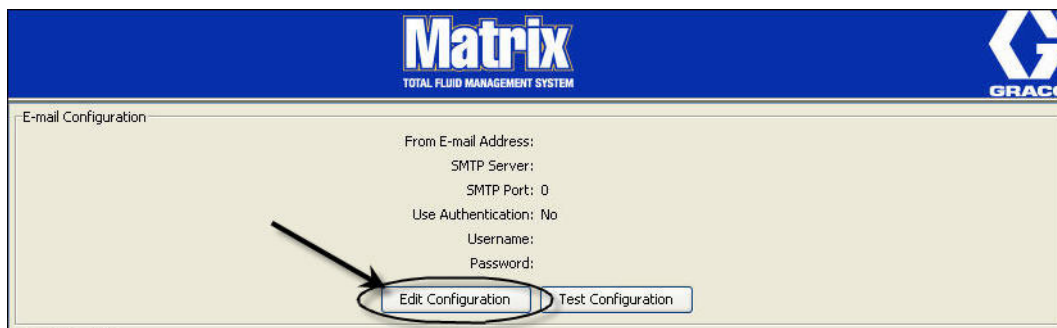

Рис. 136
1. Чтобы настроить систему Matrix для отправки электронных писем с оповещениями или для изменения уже существующей конфигурации электронной почты, нажмите кнопку «Edit Configuration» [Изменить конфигурацию] (Рис. 136).